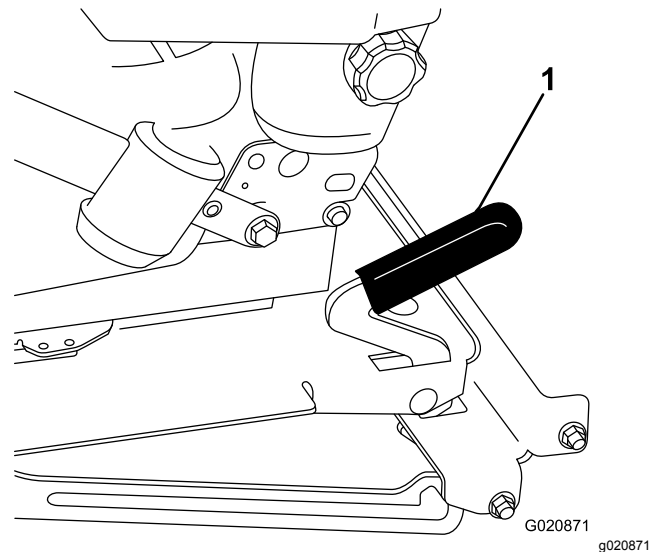

Figure 21
2. Tirez le levier de blocage en avant et soulevez-le pour débloquent le siège (Figure 21).